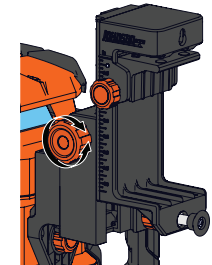

Figure 6 / Figure 6 / Figura 6
6. To adjust the position of the laser, turn the height adjustment knob. The measurements shown on each side of the track mount accessory (inches and cm) determine the distance the laser beam is offset from the track. See figure 6.
4. To adjust the position of the laser, turn the height adjustment knob. The measurements shown on each side of the track mount accessory (inches and cm) determine the distance the laser beam is offset from the track. See figure 6.
6. Pour régler la position du laser, tournez le bouton de réglage de la hauteur. Les mesures indiquées de chaque côté de l'accessoire de montage sur rail (en pouces et en cm), déterminent la distance entre le faisceau laser et le rail. Voir figure 6.
4. Pour régler la position du laser, tournez le bouton de réglage de la hauteur. Les mesures indiquées de chaque côté de l'accessoire de montage sur rail (en pouces et en cm), déterminent la distance entre le faisceau laser et le rail. Voir figure 6.